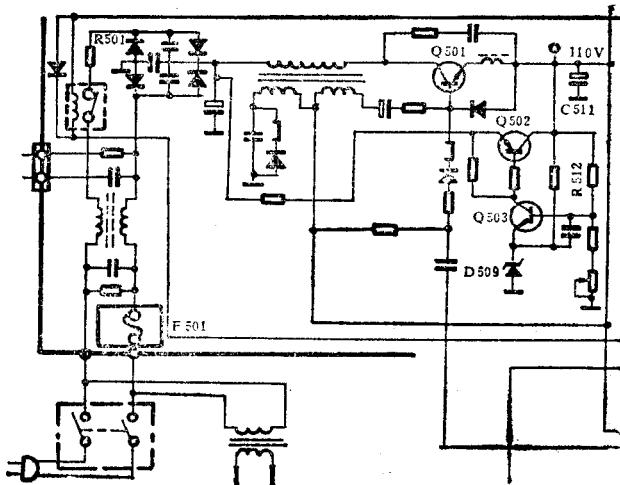

图 1-3
1. 检查电源电路。首先进行静态检查，测量保险管F501没有烧断，说明机内无短路故障。然后通电检查，测量C511两端电压为157V(正常值为110V)，由此证明稳压电路有故障。检查Q501、Q502、Q503、Q509均正常，检查取样电阻R512(见图1-3)由 $39k\Omega$ 增大为 $87k\Omega$ 。更换一只 $39k\Omega$ 1/2W电阻后，电源电路恢复正常，但仍无光栅，说明行场扫描电路还有故障。